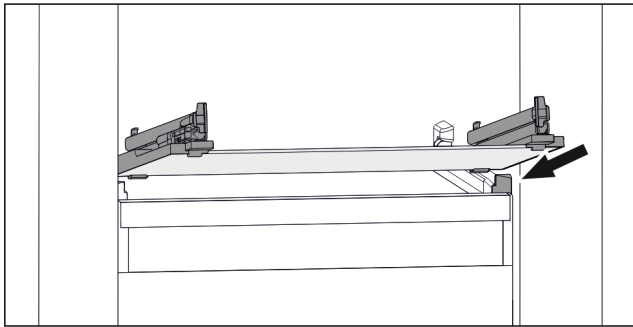

Fig. 107 Lasihyllyn esimerkinomainen kuvaus
- ▶ Aseta lasihylly vinosti rajoittimien taakse. (katso Fig. 107)